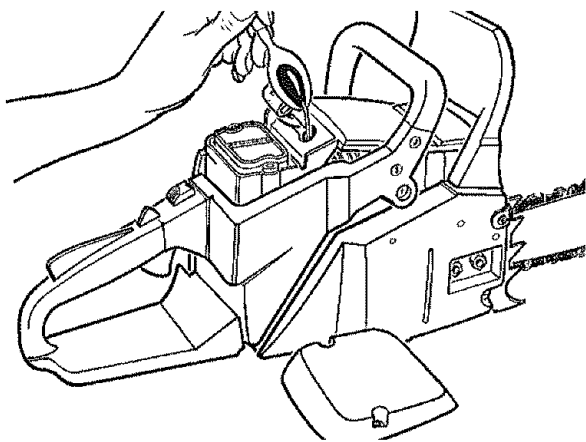

Fig. 36
5. Deposite una cucharada de aceite para motor de 2 tiempos en la cámara de combustión. Tire lentamente de la cuerda de arranque varias veces para cubrir los componentes internos. Reemplace la bujía (Fig. 36).